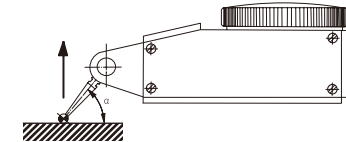

Abb.4
- Ist dies nicht möglich, muss der Zwischenwinkel bestimmt werden (Abb. 4) und der Messwert mit dem unten angegebenen Korrekturfaktor multipliziert werden.